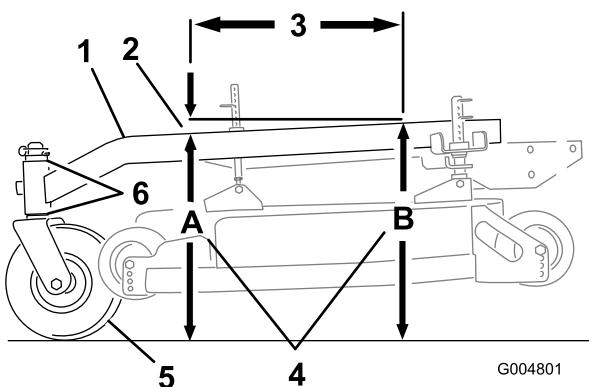

Figura 62
El bastidor de tiro debe tener una inclinación longitudinal de entre 3 mm (1/8 pulg.) y 9 mm (3/8 pulg.) a lo largo de 61 cm (24 pulg.) (Figura 62).
1. Mida 61 cm (24 pulg.) en el bastidor de tiro (Figura 62).
2. Mida la altura del bastidor de tiro en la posición **A** (Figura 62).
3. Mida la altura del bastidor de tiro en la posición **B** (Figura 62).
4. La altura en la posición **A** debe ser de 6-10 mm (1/4-3/8 pulg) menor que la de la posición **B** (Figura 62).
5. Si la inclinación del bastidor de tiro no es la correcta, mueva los espaciadores de las ruedas giratorias para obtener una inclinación de 6-10 mm (1/4-3/8 pulg) (Figura 62). Mueva espaciadores desde arriba o desde abajo para obtener la inclinación correcta.